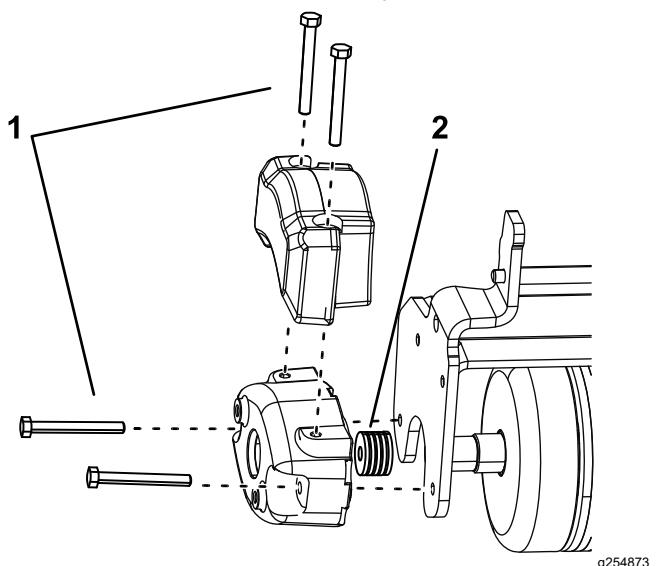

図 7
2. 図 7 のようにボルト 5/16-18 x 2 $\frac{3}{4}$ " 2 本を取り付ける。
3. 各ボルトにスペーサ $\frac{1}{8}$ " 4 個を取り付けるカウンタウェイトとトリローラ側との間 図 7。